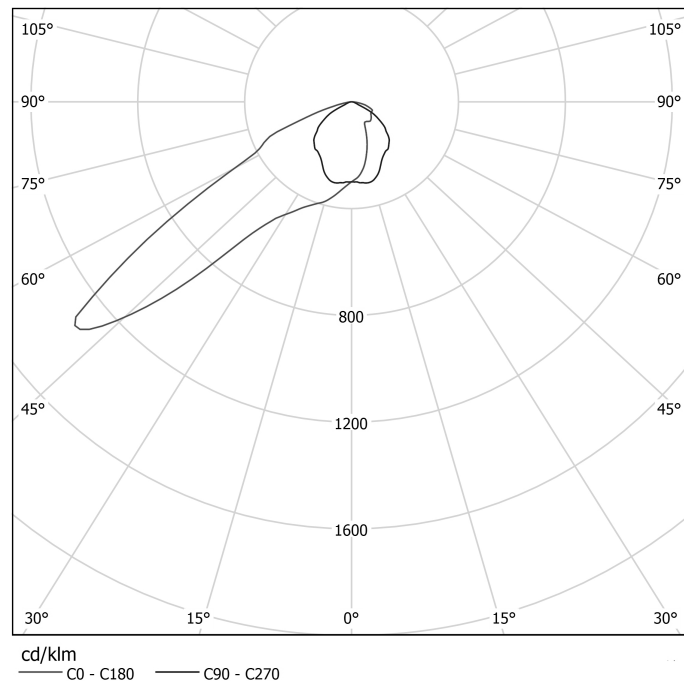

Рисунок 4 - Специальная КСС
4 - специальная (см. рисунок 4);
** максимальная сила света (см. рис. 4)